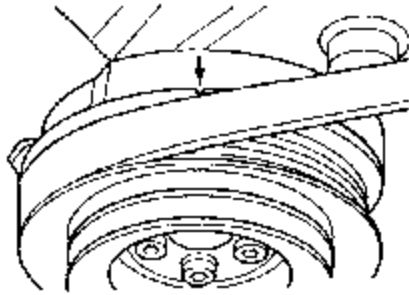

图 2-27 曲轴第一缸上止点位置
- ①使凸轮轴正时带轮上的标记与缸盖护板或正时带护罩上的标记对齐。
- ②将正时带套装到曲轴正时带轮上（注意旋转方向）。
- ③安装正时带下护罩。
- ④用螺栓拧紧扭转减振器及带轮。
- ⑤旋转曲轴，使发动机处于第一缸上止点位置，如图 2-27 所示。